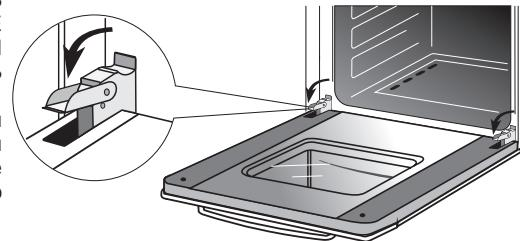

Рис.13
- поднимите и поверните до упора стопорные рычаги, расположенные на двух шарницах (рис. 13);